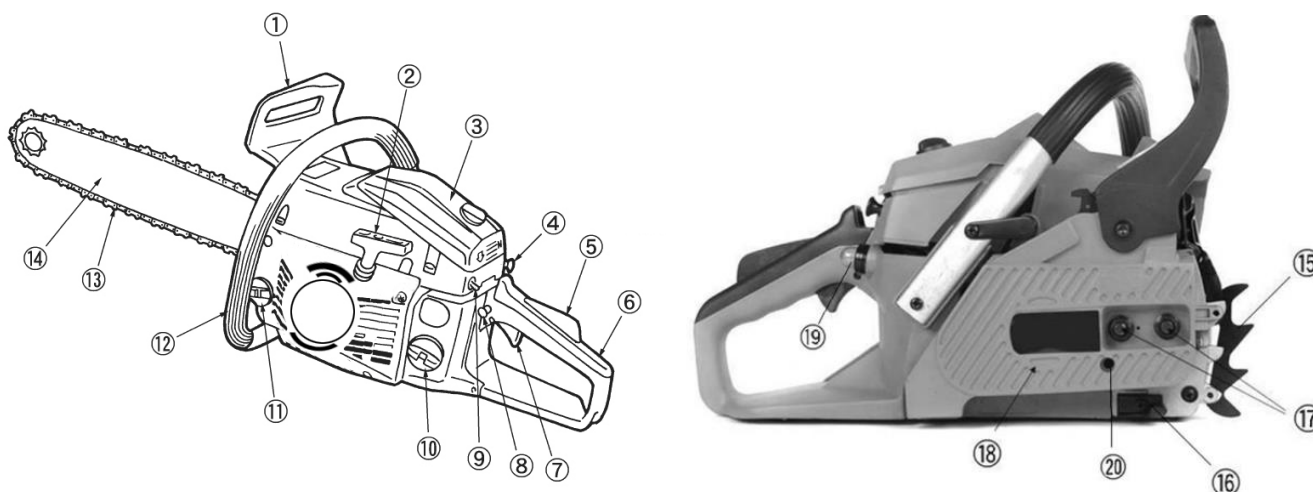

Рис.1
Ручка тормоза цепи (1) (См. Рис.1)
Для безопасности, цепная пила оснащена тормозом цепи (1) (См. Рис.1). Тормоз цепи включается автоматически в случае резкого, сильного отскока, который вызывается прикосновением конца пилы к древесине во время работы. Тормоз цепи служит для блокировки пильной цепи перед стартом, и для ее моментальной остановки в экстренных случаях.
Выключатель зажигания двигателя (9) (См. Рис.1)
Рычаг блокировки газа (5) (См. Рис.1)
Предотвращает случайное включение двигателя (приведение пильной цепи в движение). Рычаг газа (7) не может быть нажат, если не нажат рычаг блокировки газа (5) (См. Рис.1).
Задняя ручка (6) (См. Рис.1)
Пильная цепь, снижающая риск отскока (13) (См. Рис.1)
Зубчатый упор (15) (См. Рис.1)
Цепеуловитель (16) (См. Рис.1)
Праймер подкачки топлива (19) (См. Рис.1)